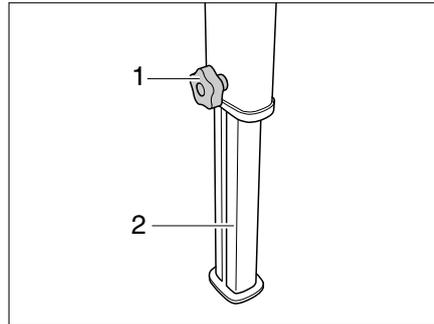

Bild 37 Hängetisch mit Teleskopfuß (optional)
- Sterngriff (Bild 37,1) aufdrehen.
- Teleskopfuß (Bild 37,2) so verstellen, dass die Tischplatte eben ist.
- Sterngriff (Bild 37,1) zudreuen.